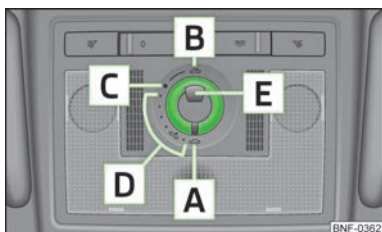

Fig. 19
O tecto eléctrico de correr/de abrir panorâmico (de seguida, designado apenas por tecto de correr/de abrir) só pode ser accionado através do interruptor rotativo » Fig. 19 com a ignição ligada. O interruptor rotativo tem várias posições.
- Rode o interruptor para a posição **C** » Fig. 19.
- Rode o interruptor para a posição **A** » Fig. 19.